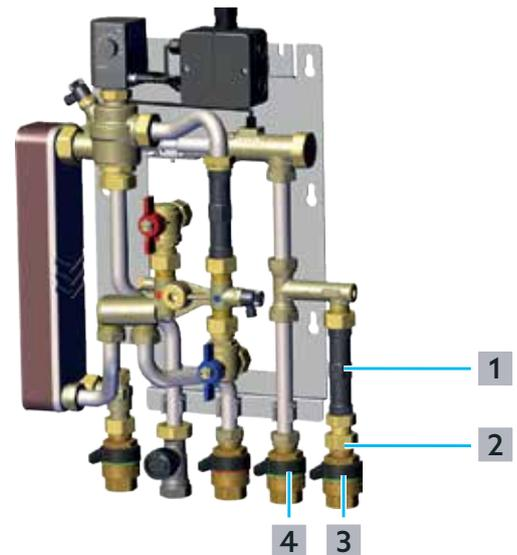

Fig. 11: Montage du compteur d'eau
- 1 Fermer les robinets à disque céramique dans l'arrivée d'eau froide ((3) sur la Fig. 11 en page 19) et la sortie d'eau froide (4).